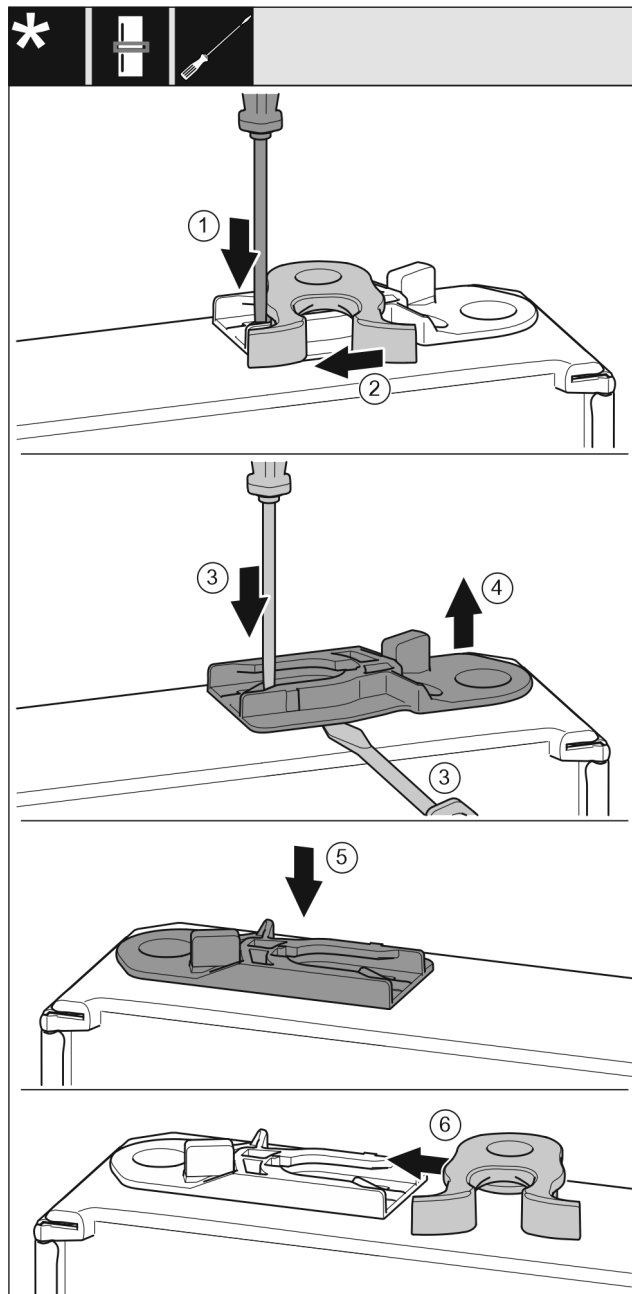

Fig. 18
- Plochým skrutkovačom zatlačte strmeň nadol. Fig. 18 (1)
- Zatvárací hák vytiahnite z vedenia. Fig. 18 (2)
- Vytiahnite vodiace puzdro: plochým skrutkovačom zatlačte strmeň a súčasne plochý skrutkovač zasuňte pod vodiace puzdro. Fig. 18 (3, 4)
- Vodiace puzdro, ktoré je súčasťou dodávky, zasuňte na druhej strane telesa. Fig. 18 (5)
- Zatvárací hák zasuňte do vedenia. Fig. 18 (6)